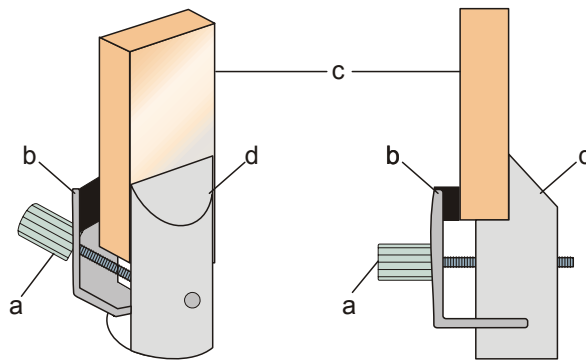

Fig. 5 Einbau des Kristalls in den Probenhalter
- Spannbacke vom Probenhalter abnehmen und mittels Montageclip Glasstäbchen (aus 1000665) im Probenhalter platzieren (siehe Fig. 5).
- Messarm auf Winkel $2\theta = 45^\circ$ einstellen. Dabei ist die Seite des Goniometers so zu wählen, dass einfallender und reflektierter Strahl auf der abgeschrägten Seite des Probenhalters liegen (siehe auch Fig. 5).